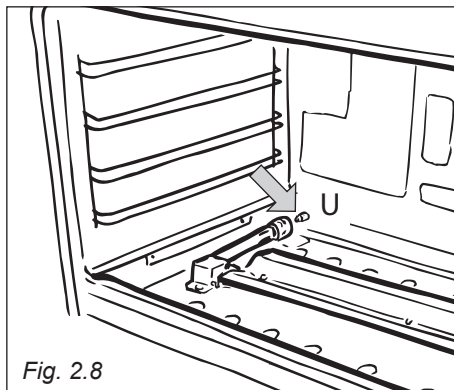

Fig. 2.8
- Con una chiave a tubo da 10 sostituire l'iniettore "U" (indicato dalla freccia - fig. 2.8) secondo la "Tabella Iniettori" e rimontare il bruciatore operando a ritroso.